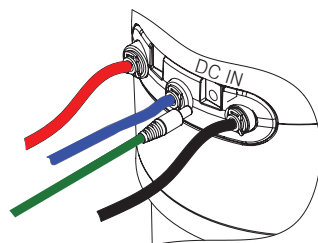

Рис. 12
- Вставьте вилку блока питания в розетку, а штекер, идущий от блока питания, – в разъем на DWM (рис. 12).